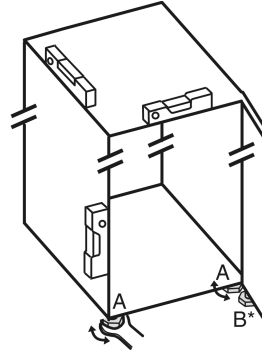

Fig. 24
- ▶ Stellfüße *Fig. 24 (A)* mit beiliegendem Gabelschlüssel und mit Hilfe einer Wasserwaage herausdrehen, bis das Gerät fest und ebenstehend ausgerichtet ist.
- ▶ Stellfuß *Fig. 24 (B)* am Lagerbock mit beiliegendem Gabelschlüssel herausdrehen, bis er auf dem Boden aufliegt.
- ▶ Stellfuß *Fig. 24 (B)* um 90° weiter drehen.